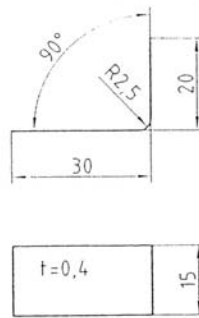
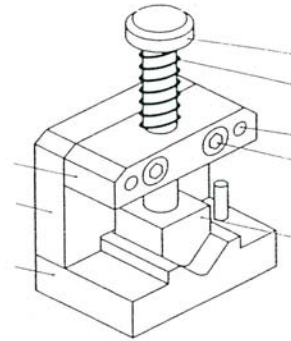
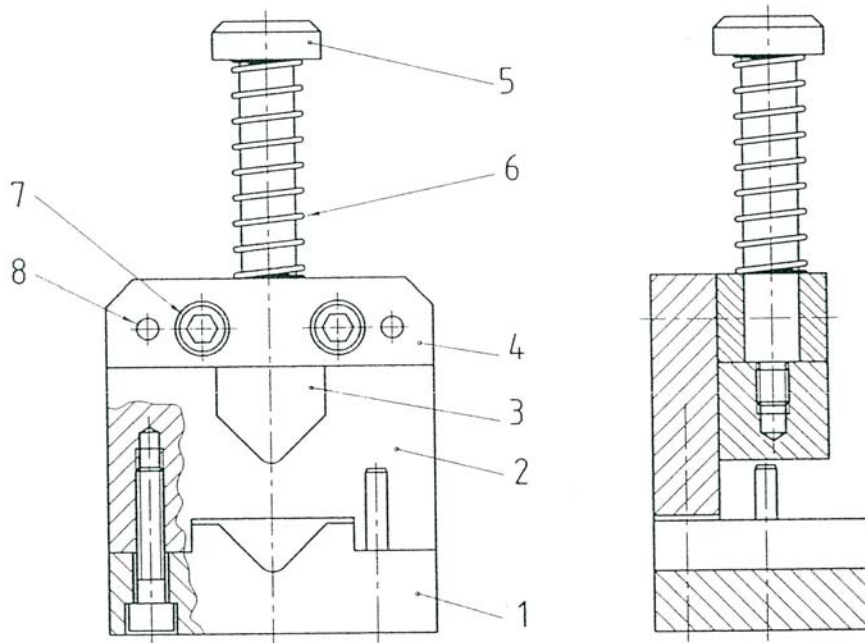

Abb. 1
Abb. 2
Abb. 3
Mit dem Biegewerkzeug (Abb. 2 und 3) können 90°-Biegewinkel (Abb. 1) hergestellt werden. Dieses einfache Werkzeug zeigt die wesentlichen Teile, die zum Gesenkbiegen benötigt werden. Das sind:
- Legen Sie die Teile 1 bis 5 in den Abb. 2 und 3 und in der Stückliste jeweils in gleicher Farbe an.
- Übertragen Sie die Positionsnummern von Abb. 3 in Abb. 2.